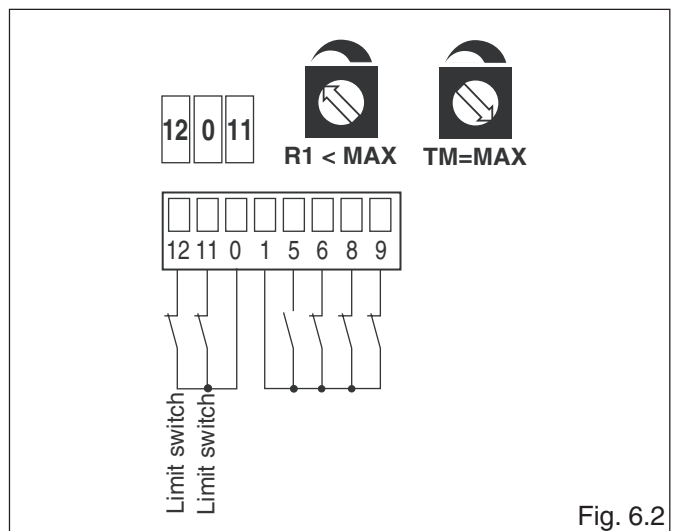

Fig. 6.2
- (Fig. 6.2) relier les contacts N.F. des fins de course d'ouverture et de fermeture aux bornes 0-11-12.